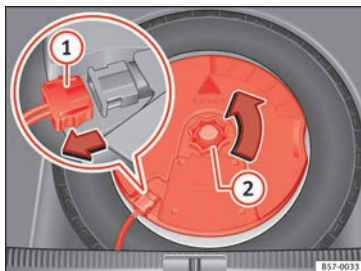

Fig. 249 Nel bagagliaio: smontare il subwoofer.
- Scollegare il cavo dell'altoparlante subwoofer » **fig. 249 ①.**
- Ruotare la rotella di fissaggio in senso antiorario ②.